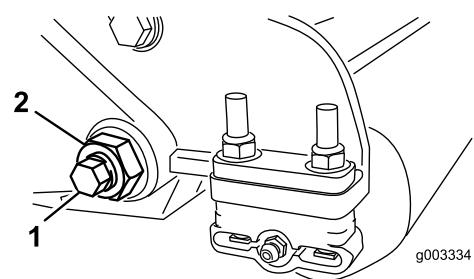
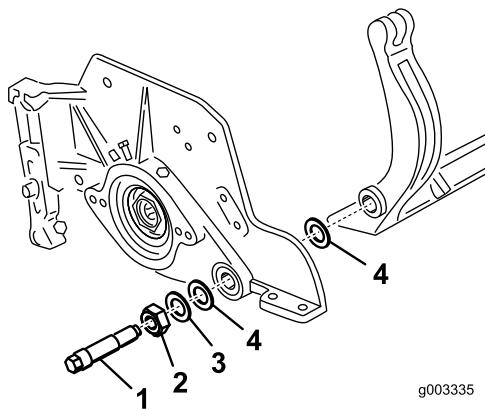

Figura 31
Figura 32
3. Desaperte a porca de bloqueio que segura a cavilha da barra de apoio, em cada um dos lados da máquina (Figura 31).
4. Remova cada uma das cavilhas da barra de apoio, de modo permitir puxá-la e retirá-la da máquina (Figura 31). Guarde as duas anilhas de nylon e anilha de aço prensado de cada uma das extremidades da barra de apoio (Figura 32).
4. Coloque uma arruela de aço no exterior de cada uma das arruelas de nylon (Figura 32).
demasiado nem desvie as placas laterais. As anilhas podem ter uma folga interna (Figura 32).